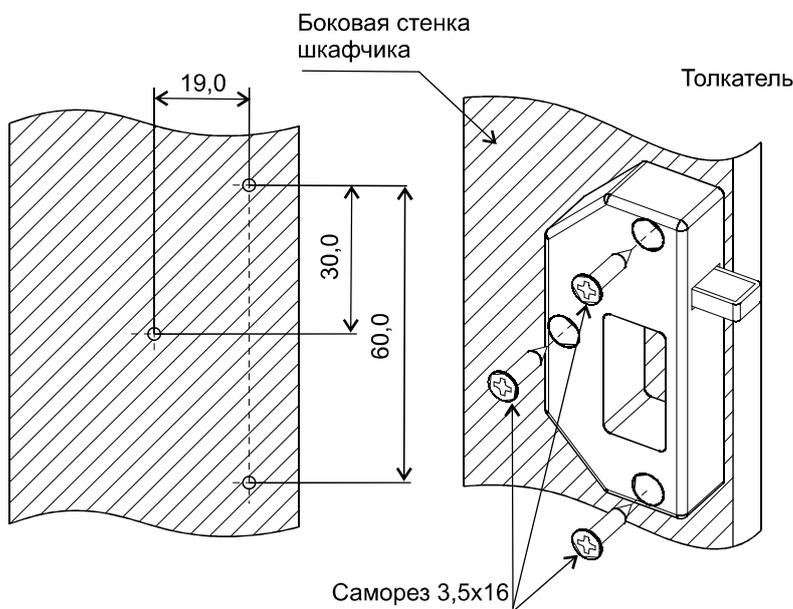
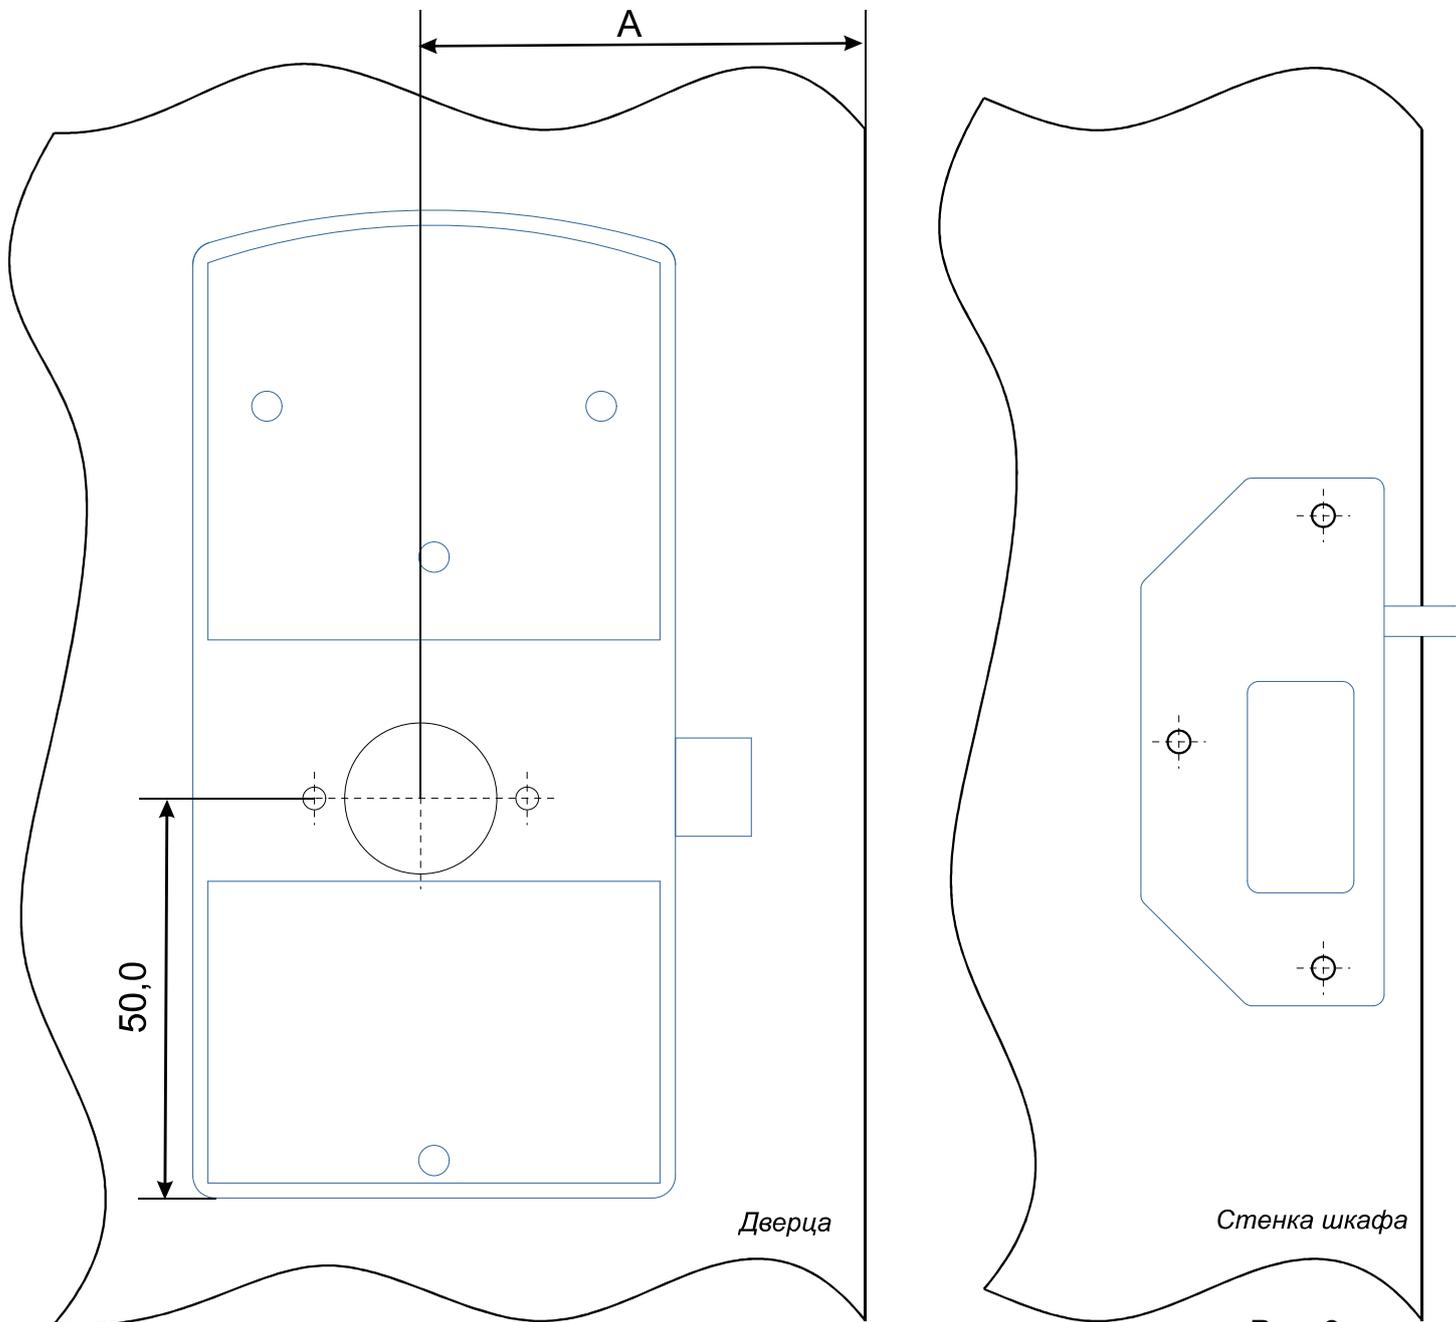

Рис. 1
Рис. 9
- 1** Установите толкатель замка на стенке шкафчика (рис. 1 и рис. 2). Для разметки координат отверстий см. рис. 9
- 2** Сделайте отверстия диаметром 20 мм и 3 мм на дверце шкафчика для крепления считывателя согласно рис. 2. Для разметки координат отверстия на дверце см. рис. 9.